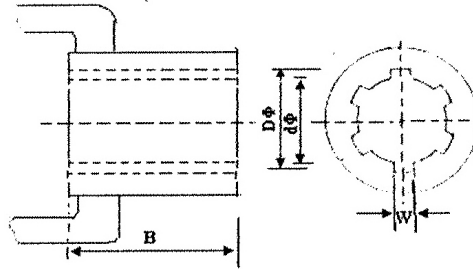

Fig. 5 : Propeller Shaft Insert Dimensions
4.2.7.4	Propeller shaft (Refer Fig. 5)